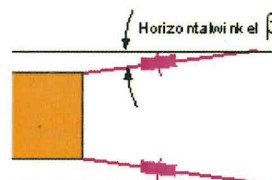

Bild 2:
- $\alpha$  = Vertikalwinkel (Winkel zwischen Ladefläche und Kettenstrang - siehe Bild 2)